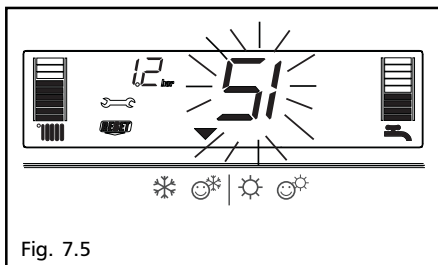

Fig. 7.5
3) Visualizzazione delle icone **RESET** e (fig. 7.5)